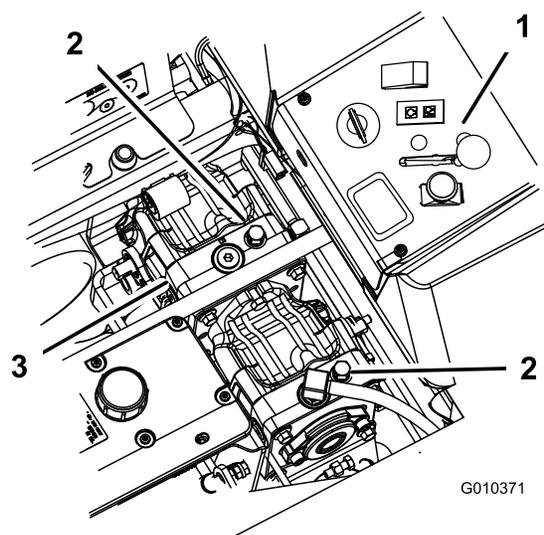

Figura 29
2. Girate le valvole di bypass di un giro in senso antiorario per spingere; il fluido idraulico bypassa quindi la pompa, consentendo alle ruote di girare (Figura 29).
Girate le valvole di bypass di un giro in senso orario per azionare la macchina (Figura 29).